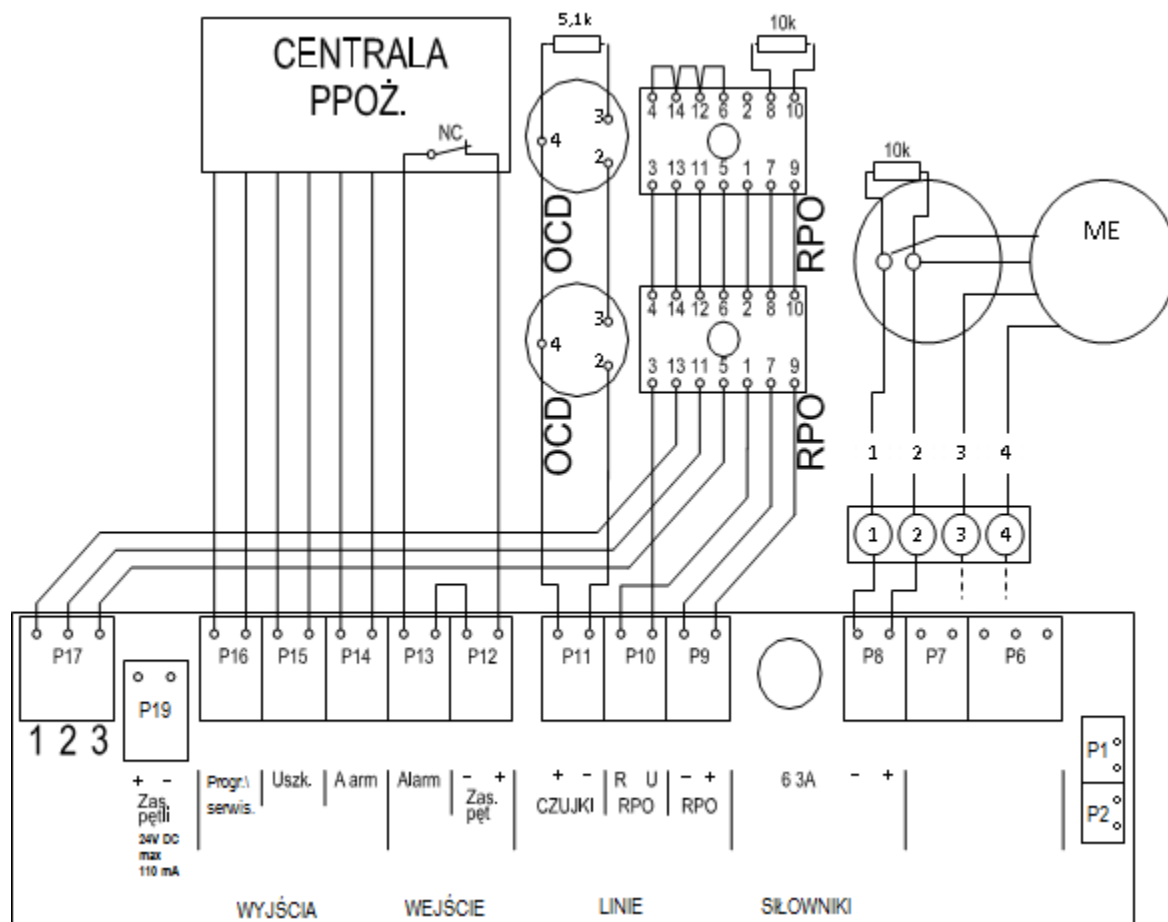

Rys. 1 Typowa konfiguracja systemu oddymiania z centralą mcr 9705.
7. **Wejście alarmu zewnętrznego** na cewkę przekaźnika 24 V - 2 przewody (YnTKSY) z zacisków P13. Jeżeli urządzenie wywołujące alarm (centrala p-poż) posiada wyjście 24 V, łączymy je bezpośrednio z P13. Zanik napięcia na wejściu P13 wywoła alarm. Jeżeli urządzenie wywołujące alarm posiada styk beznapięciowy NC, wykorzystujemy napięcie zasilające pętli dostępne na P12 (patrz Rys. 1 lub Fot. 3). Wyjście P12 jest odporne na zwarcie i może być obciążane maksymalnie dwoma przekaźnikami. Po podłączeniu linii usunąć zworę H1 blokującą alarm zewnętrzny.